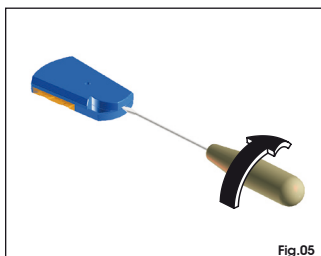

Fig.05
- Para abrir el telemando introduzca un destornillador en la correspondiente ranura y gírelo hasta que se desenganche la carcasa (Fig.05).
- Die Fernsteuerung mit der Hilfe eines Schraubenziehers öffnen: den Schraubenzieher in den entsprechenden Schnitt einsetzen und drehen, bis die Schale freigegeben wird (Abb.05).
- Open de afstandsbediening door een schroevendraaier in de speciale spleet te steken en deze te draaien tot de behuizing loskomt (Fig.05).